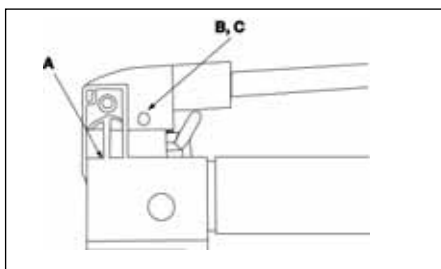

Bild 10
För att förlänga livslängden för pumpen och förbättra prestandan skall du smörja tappen (A), krysstappen (B) och kolbotten (C) regelbundet med en roller insmord i lagerfett. Se bild 10.